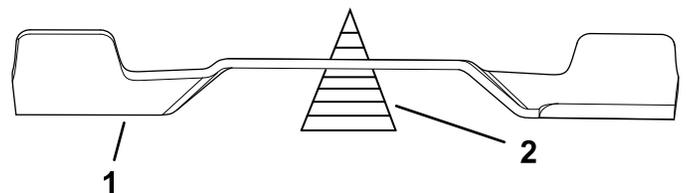

Bild 107
- Prüfen Sie die Auswuchtung des Schnittmessers auf einer Ausgleichmaschine (Bild 107).